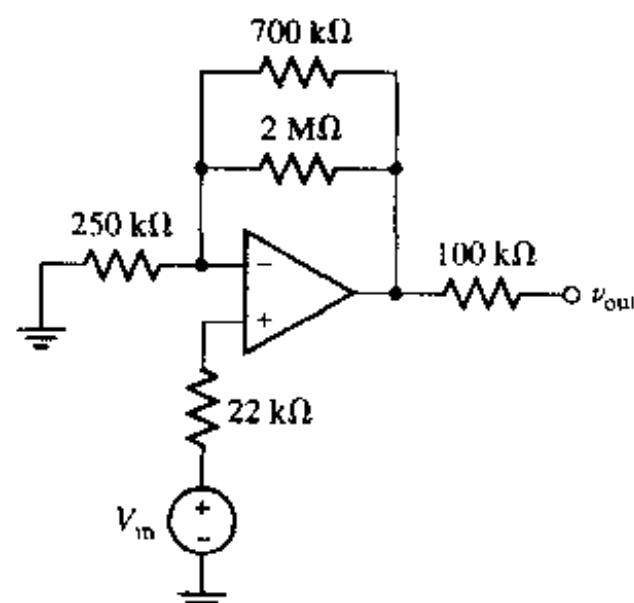

图 6.29
8. 如图 6.29 所示电路, V_{in} 取值多少使得输出电压为 18 V?